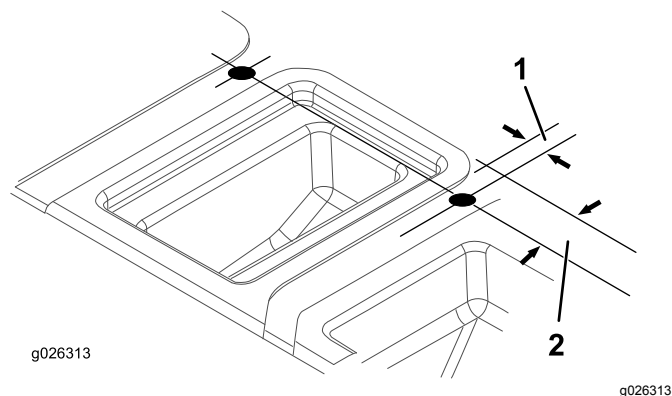

Рисунок 10
7. Используя размеры, показанные на Рисунок 10, определите и отметьте местоположение и просверлите два отверстия в верхней части основания сиденья.